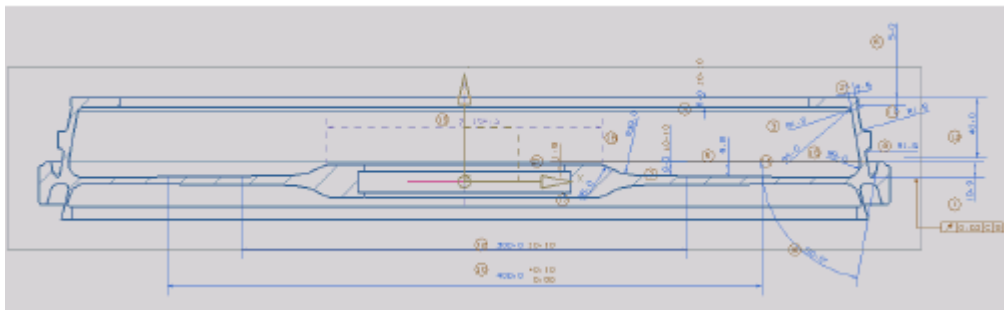

图 3-18 【标号】效果图
- ◆ 点击“确定”，工程图中尺寸将自动赋予一个列表框中显示标记，如图 3-18 所示。